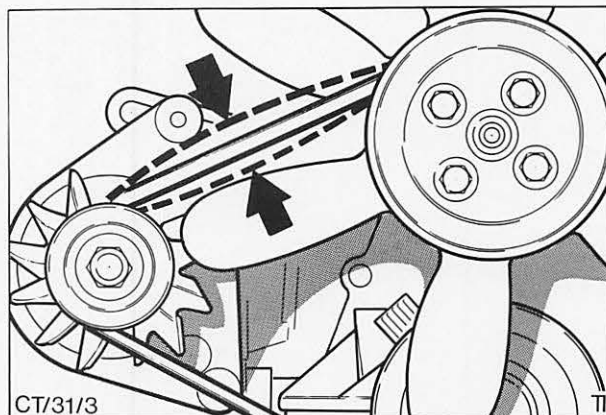

Abb. 70 Keilriemen Spannung prüfen/einstellen
8. Keilriemen montieren und so weit spannen, bis das Gesamtspiel in der Mitte der längsten Riemen Spannweite 13 mm beträgt. Abb. 70, Befestigungsschrauben festziehen. Andererseits kann die Riemen Spannung mit einem Meßwerkzeug wie in Abb. 6 gemessen werden. Dazu siehe „Technische Daten“ – Keilriemen Spannung.